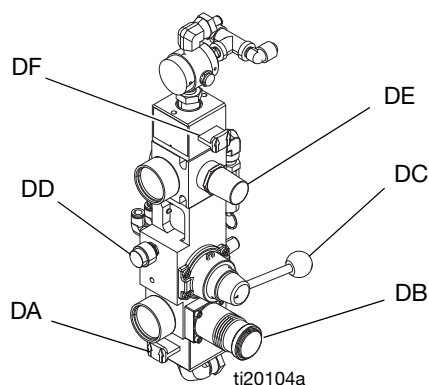

FIG. 32: Reglage för matarpump
- c. Skjut huvudluftsreglaget (DA) och luftmotorns reglageventil (DF) till läget AV. Se FIG. 32.
- m. Medan plattan trycks in i vätskan, skjut luftmotorns skjutventil (DF) till läge PÅ. Se FIG. 32. Matarpumpen kommer att börja cykla. Fortsätt att pumpa tills kärlet är tomt eller tills önskad mängd vätska har fyllts på i tanken. För luftmotorns skjutreglageventil (DF) till läget AV för att stoppa matarpumpen.
- n. För att lyfta ut plattan ur kärlet, tryck på avblåsningsventilen (DD) och lyft sedan riktningsventilen. Matarpumpen trycker in tryckluft i kärlet för att avlägsna det från plattan. Se till att kärlet inte lyfts bort från ramen. Om det gör det, sänk plattan och försök igen.